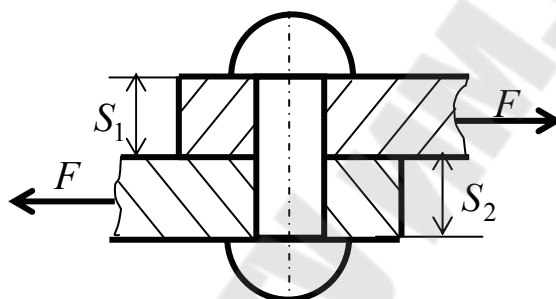

Рис. 28
Условие прочности на срез заклепки при соединении внахлестку (рис. 28)
1. Для заклепочного соединения (рис. 28) определить необходимое число заклепок  $z$  из условия прочности на срез, если сила  $F = 20$  кН, а диаметр отверстия под заклепку  $d_0 = 11$  мм допустимое напряжения на срез  $[\tau_{\text{ср}}] = 96$  МПа.
2. Определить минимальную толщину листа для заклепочного соединения (рис. 28) из условия прочности на смятие, если сила